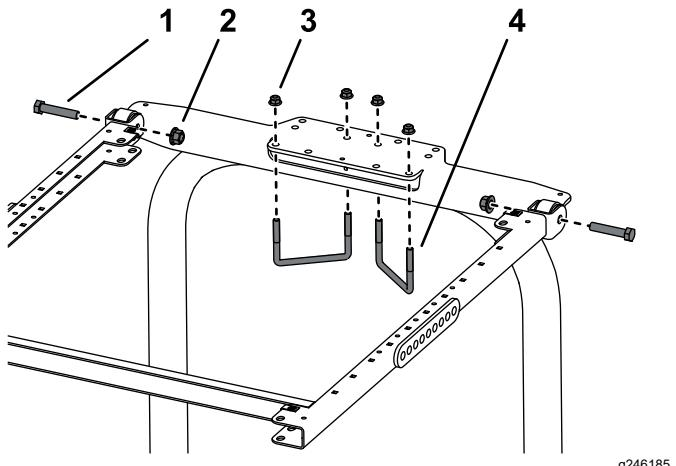

Рисунок 16
- Установите монтажный кронштейн ROPS на верхнюю часть защитной дуги тягового блока (Рисунок 16).
- Установите раму в сборе на монтажный кронштейн ROPS (Рисунок 16)
- Используя монтажные отверстия, показанные на Рисунок 16, прикрепите каждый монтажный кронштейн ROPS к верхней части защитной дуги с помощью 2 U-образных болтов (4½ x 2¾ дюйма) и 4 фланцевых гаек.